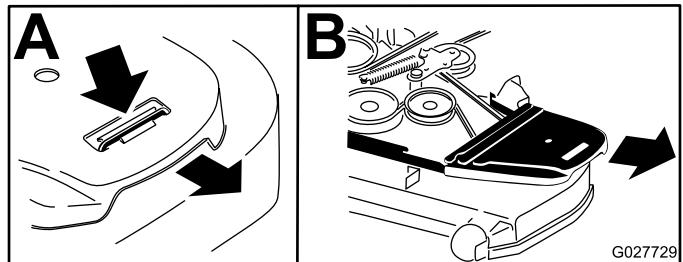

Figura 60
6. Rimuovete i paracinghia e i relativi bulloni (Figura 60).